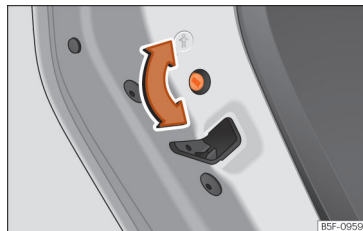

Fig. 79 Seguro para niños de la puerta izquierda.
- Con la puerta abierta, gire la ranura con la llave del vehículo en sentido horario para las puertas izquierdas >>> **fig. 79** y en sentido anti-horario para las puertas derechas.
- Con la puerta abierta, gire la ranura con la llave del vehículo en sentido anti-horario para las puertas izquierdas >>> **fig. 79** y en sentido horario para las puertas derechas.